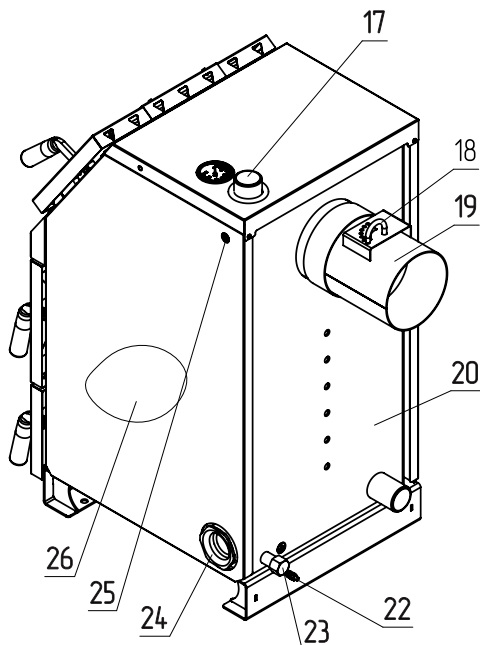

Рис.1 Конструкция отопительного котла
5.1. Котел (рис.1) состоит из корпуса (поз.20), топки (поз.3), теплообменника (поз.1), патрубков дымохода (поз.19). В нижней части топки находится водоохлаждаемый колосник (поз. 4) и зольный ящик (поз.5). К передней стенке корпуса котла на осях присоединяются шуровочная дверца (поз.13), поддувальная дверца (поз.16), через которые производится растопка котла, чистка колосниковой решетки (поз.4) и удаление золы из зольника. В поддувальной дверце котла встроена заслонка подачи первичного воздуха (поз.15) для регулировки поднятия заслонки применяется ручка (поз.14). К наклонной части котла на оси присоединяется загрузочная дверца (поз.12), через которую осуществляется загрузка топлива и чистка теплообменника (поз.1). Для чистки теплообменника необходимо открыть загрузочную дверцу (поз.12) и убрать заслонку для чистки теплообменника (поз.27). Заслонка для чистки теплообменника крепится на петлях, размещенных на корпусе котла (поз.9). Чтобы снять заслонку необходимо привести ее в горизонтальное положение, потянув за нижнюю часть заслонки, после подать заслонку вверх и потянуть на себя. Чистка теплообменника осуществляется стальным ершиком.
Внимание! Не допускается эксплуатация котла без установленной заслонки (рис.1 поз.27), шуровочной решетки (рис.1 поз.8) и зольного ящика (рис.1 поз.5). Эксплуатация котла без установленной заслонки, шуровочной решетки и зольного ящика приводит к прогоранию и деформации водонеохлаждаемых поверхностей котла и лакокрасочного покрытия. Котел не выходит на номинальную мощность. В случаи нарушений условий эксплуатации котла рекламации не принимаются.